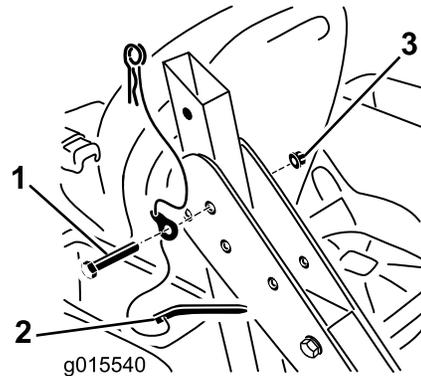

Figure 4
- Fixez l'arceau de sécurité à ses supports comme illustré à la Figure 4. Ne serrez pas complètement les boulons pour permettre à l'arceau de sécurité de pivoter librement.